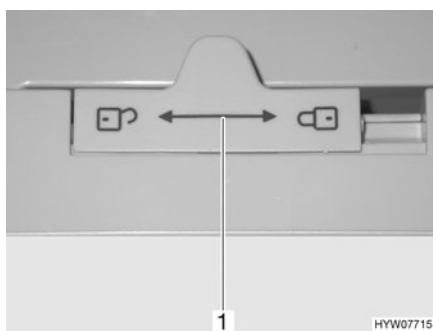

Fig. 149 Dispositif de verrouillage de la porte du réfrigérateur (Dometic Série 7)
- Pousser le dispositif de verrouillage (Fig. 149,1) vers la gauche "🔓".
- Pousser le dispositif de verrouillage (Fig. 149,1) complètement vers la droite "🔒".